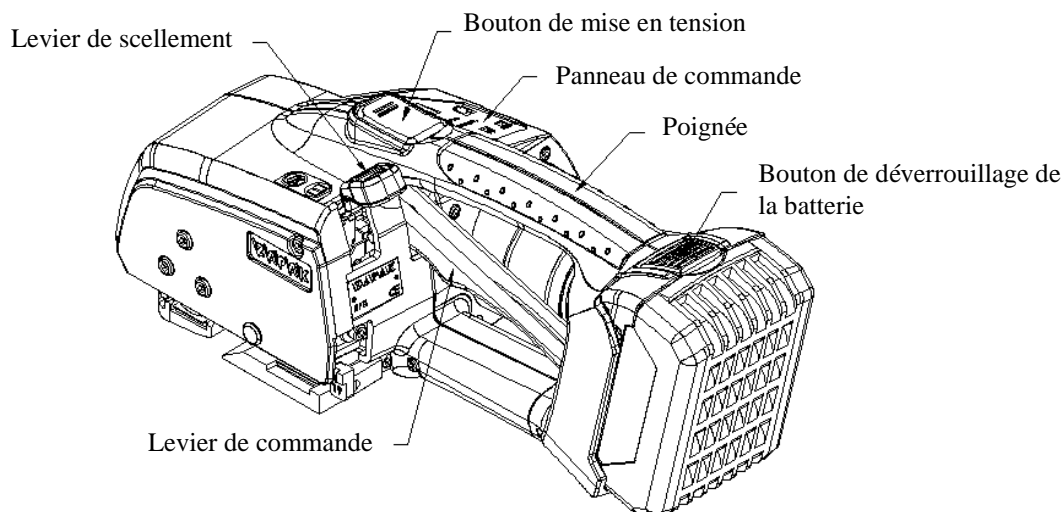

FIGURE 2. Présentation des Organes de Commande ZP93A/ZP97A
4.1 Présentation des Organes de Commande (Figure 2)